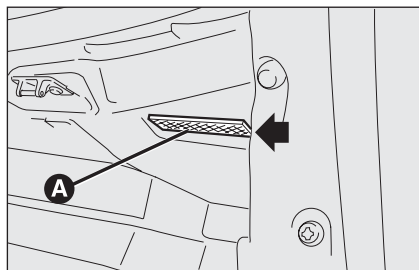

fig. 40
- ☐ estrarre la plafoniera **A-fig. 40** fa-
sulla plafoniera **A-fig. 40**;